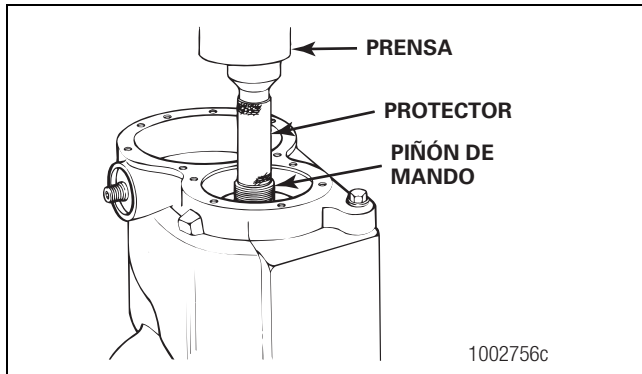

Figura 3.52
- B. Coloque un protector en la parte superior del eje del piñón de mando. Figura 3.52.